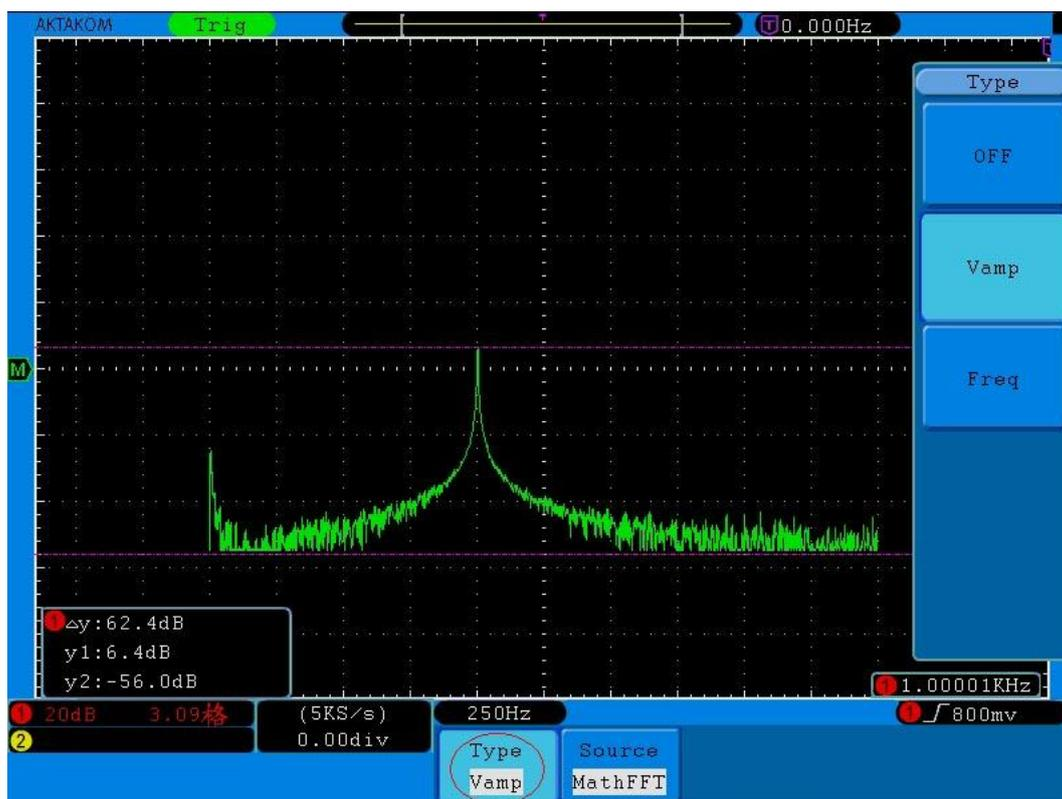
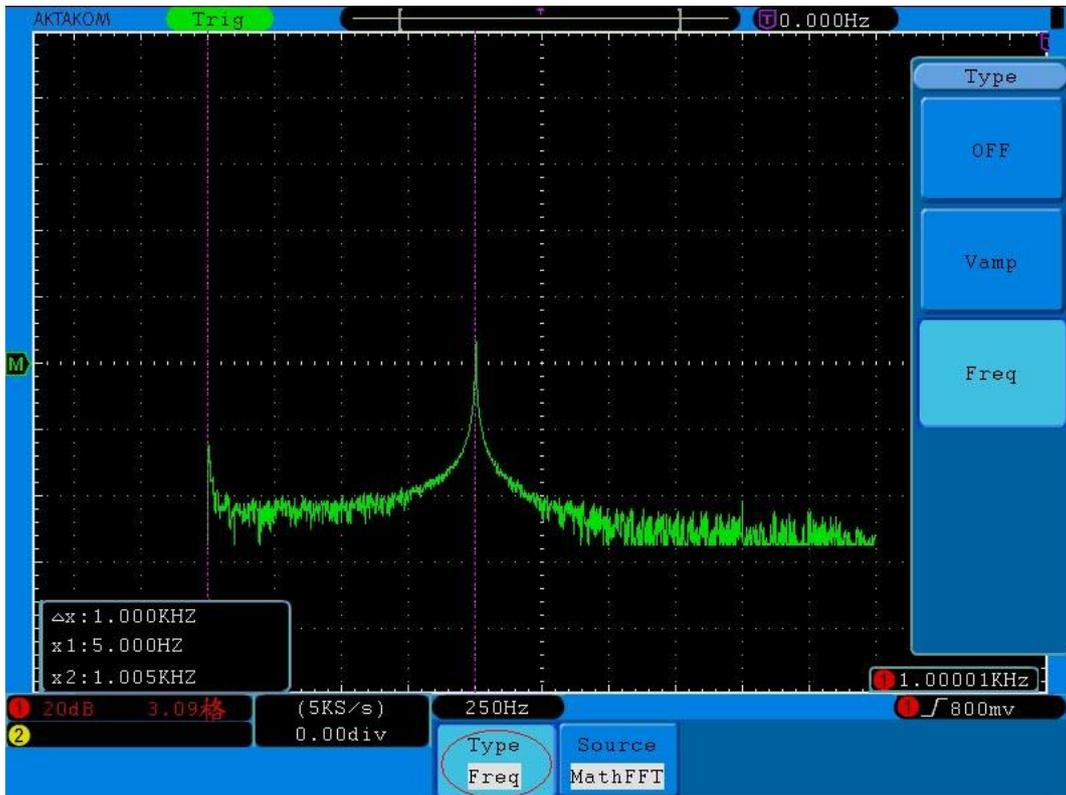

Рис. 67. Измерение напряжения в режиме БПФ при помощи курсоров
Рис. 68. Измерение частоты в режиме БПФ при помощи курсоров
8. Результат курсорных измерений в режиме БПФ отображается в отдельном окне в нижнем левом углу экрана (рис.67 и рис.68).